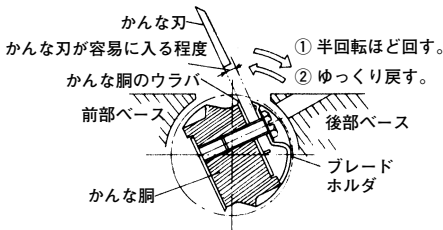

図 27
かなな胴を図 27 の矢印①の方向に半回転ほど回し、次に矢印②の方向にゆっくり回して、かなな胴のウラバとブレードホルダとの間にすき間をあけます。